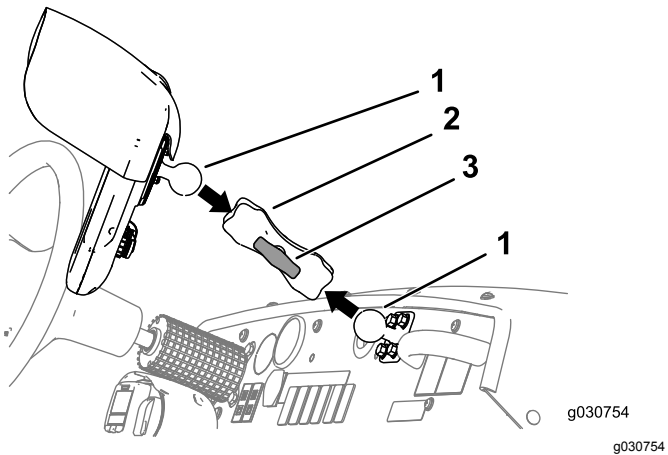

Bild 153
3. Lösen Sie das Handrad des Monitorarms, bis Sie den Kugeldrehzapfen für das Anschlussstück an der Rückseite des Sprühmonitors und den Kugeldrehzapfen für die Befestigung am Armaturenbrett in die Fassung des Monitorarms schieben können (Bild 153).
- 4. Stellen Sie vom Fahrersitz (linker Sitz) die Position des Sprühmonitors so ein, dass Sie den Anzeigebildschirm gut sehen können (Bild 153).
- 5. Ziehen Sie das Handrad für den Monitorarm mit der Hand an (Bild 153).